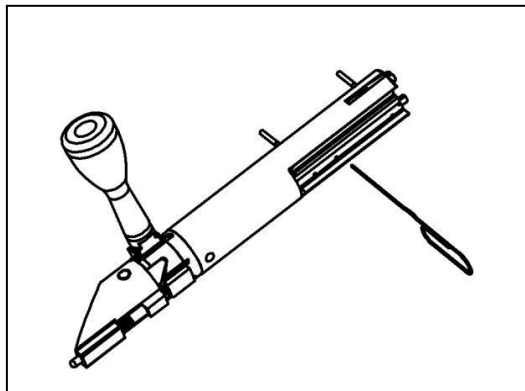

рис.9
- Извлеките эжектор. Для этого, используя тонкий длинный предмет, например канцелярскую скрепку, выдавите 2 штифта из тела затвора (рис.9).